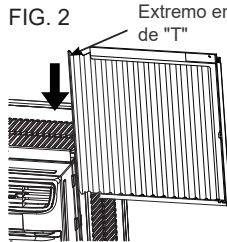

FIG. 2
- Deslice el extremo en forma de "T" del panel directamente en la carcasa como muestra la FIG. 2. Deslice el panel hacia abajo. Asegúrese de dejar suficiente espacio para que entren la parte superior e inferior del marco en los raíles de la carcasa.